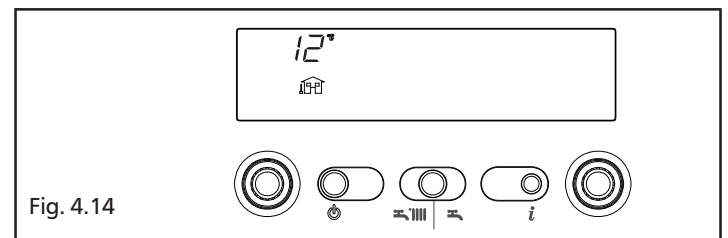

Fig. 4.14
**Info 1** solo con sonda esterna collegata, visualizza la temperatura esterna (esempio 12 °C) (fig. 4.14).